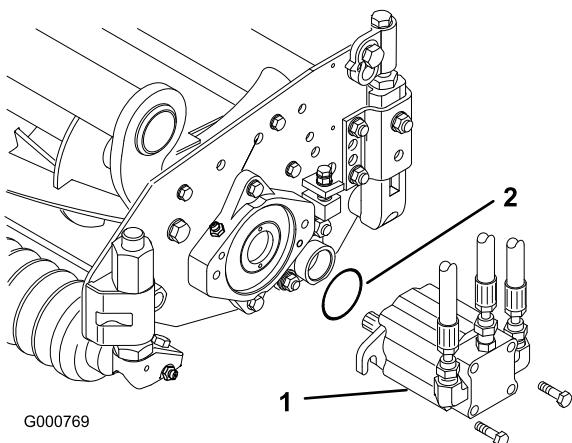

図 7
3. 大きなOリングにグリスを塗り、カッティングユニット両側のベアリング・ハウジングの溝にそれぞれ取り付ける（図4と図7）。
13. リールモータを各カッティングユニットに装着し、付属のキャップスクリュ2本で固定する(図 7)。